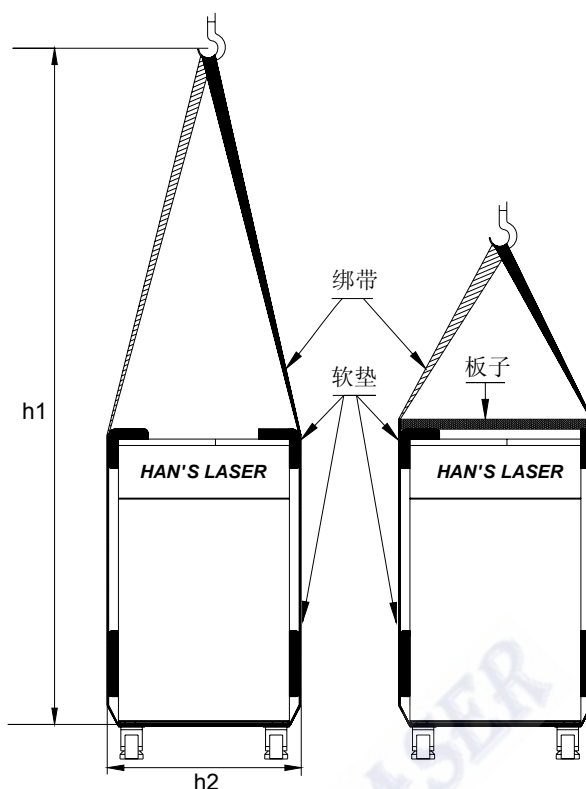

图 7-6 设备吊装示意图
- 2) 设备最底端和起重机吊钩的距离 h_1 ,至少应该是设备宽度 h_2 (包括垫子) 的 1.5 倍,即 $h_1 \geq 1.5h_2$ 。若绑带如图 7-6 右边所示那样不够长的话,请在设备顶端放一块板子,以免绑带